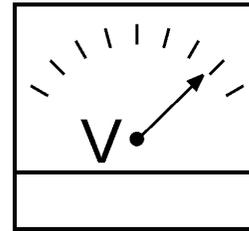

Figure 46. Voltmètre
- Le voltmètre CA de la génératrice (Figure 46) affiche la puissance de la génératrice en **VOLTS**.